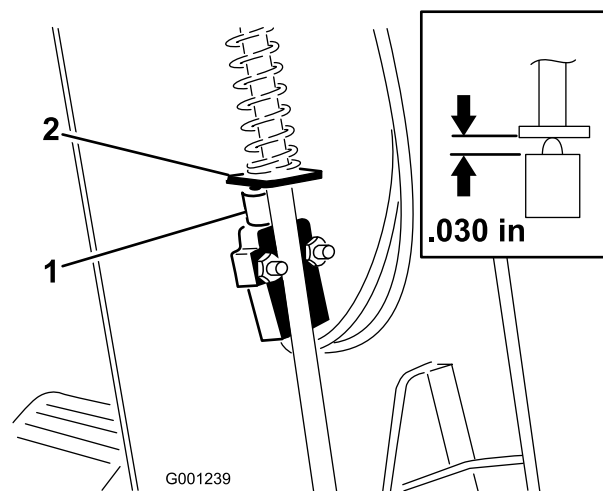

図 62
3. カバーを上をスライドさせて駐車ブレーキスイッチを露出させる 図 62。
5. 駐車ブレーキのロッドのパドルとスイッチのプランジャとを整列させる (図 62)。